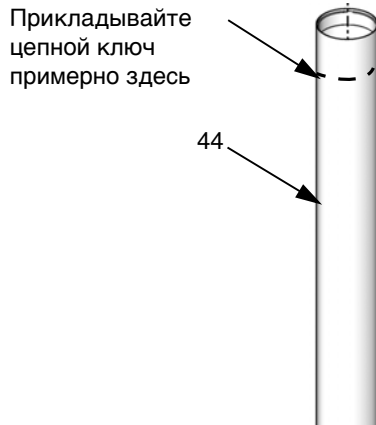
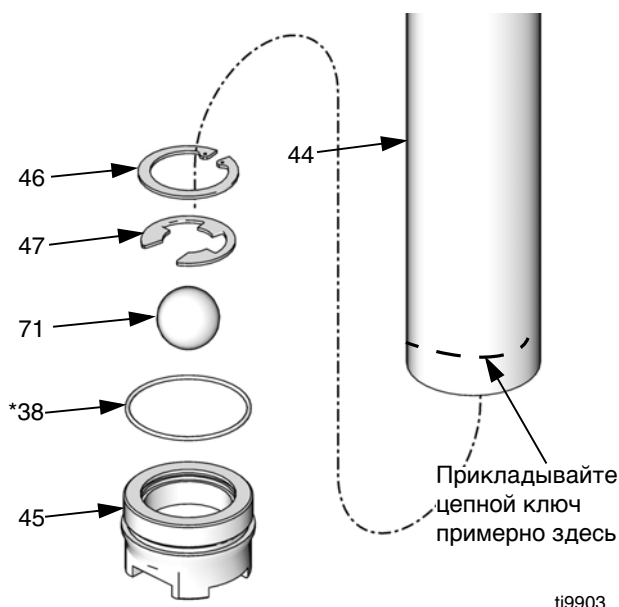

Рис.17
Рис.18
- 1 Прикладывайте цепной ключ к верхней части всасывающего трубопровода в месте, указанном на Рис.17, и гаечный ключ к плоским граням обратного клапана (45), чтобы отсоединить обратный клапан от всасывающего трубопровода (44). 3 Чтобы избежать повреждения всасывающего трубопровода, не снимайте обратный клапан, пока это не будет указано на этапе 3.
Снимайте всасывающий трубопровод очень осторожно, чтобы не согнуть его или не повредить как-либо иначе. Во избежание повреждений, применяйте цепной ключ для захвата только верхней или нижней части всасывающего трубопровода, как показано на Рис.17 и Рис.18. Не следует захватывать цепным ключом среднюю часть всасывающего трубопровода.
- 2 При неснятом обратном клапане, поддерживающим всасывающий трубопровод, приложите цепной ключ к нижней части всасывающего трубопровода, как указано на Рис.18, чтобы вывести его из корпуса насоса (34).
- 3 Извлеките обратный клапан в сборе из всасывающего трубопровода (44).
- 4 Снимите стопорное кольцо (46), упорное кольцо (47), шарик (71), и уплотнительное кольцо (38\*) с обратного клапана (45). Осмотрите все детали на наличие повреждений. См. Рис.18.